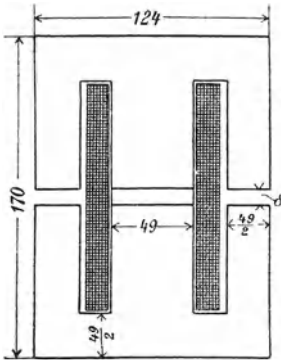

Abb. 134.
263. Die Drosselspule der Aufgabe 247 besteht aus einem aus Blechen zusammengesetzten Eisenkern mit den in Abb. 134 angegebenen Dimensionen. Die Abmessung senkrecht zur Papierebene beträgt 49 mm. Der Kern ist mit 400 [300] (200) Windungen bedeckt. Gesucht wird: